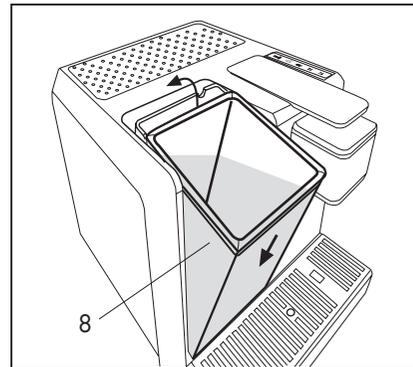

Abb. 3
- Den Behälter schräg auf das Wasserventil stellen und wieder einsetzen. Das Oberteil des Geräts drücken bis es einrastet. Um zu vermeiden dass Wasser austreten kann, kontrollieren Sie bitte ob der Behälter fest sitzt. **(Abb. 3)**